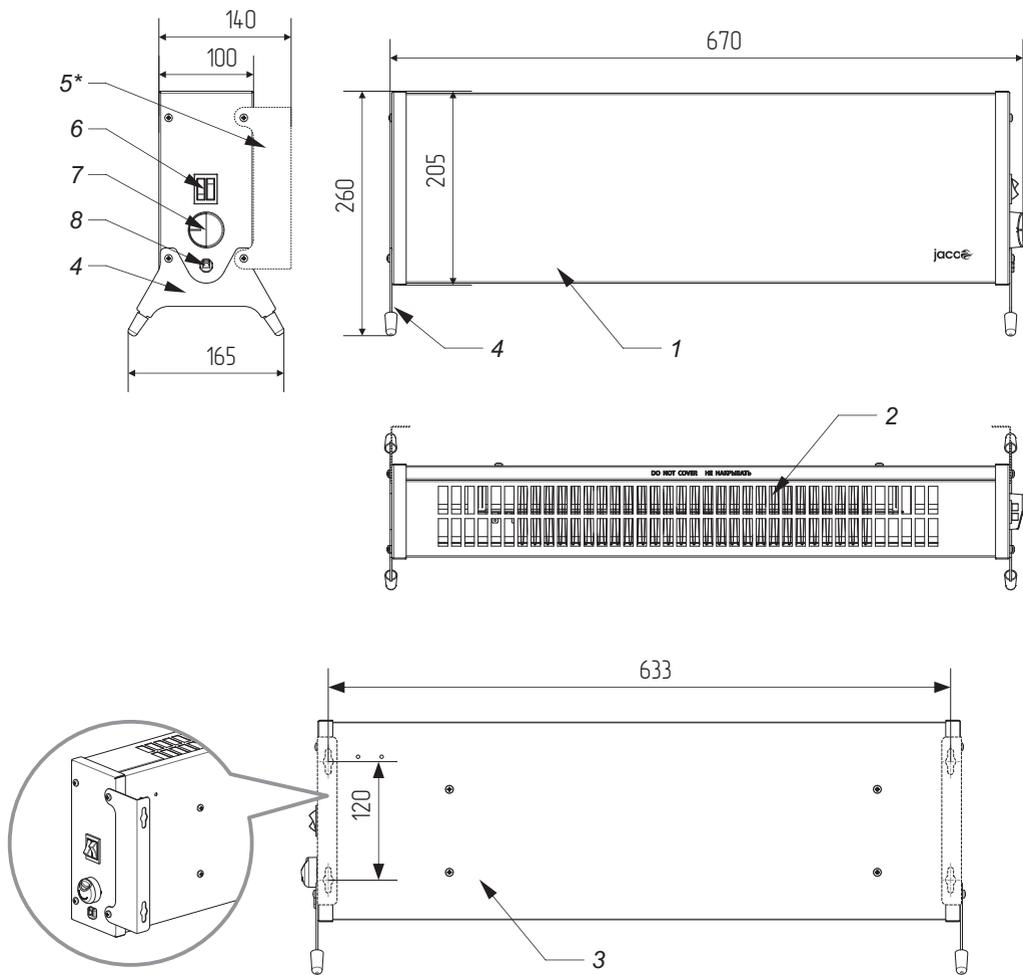

Рисунок 3.
6.3. Для монтажа конвектора на стене следует установить кронштейны на корпус конвектора (см. Рис. 3).
6.4 На стене помощью уровня и рулетки (линейки) следует разметить на стене отверстия. Межцентровое расстояние посадочных отверстий указано на чертеже (см. Рис. 3).